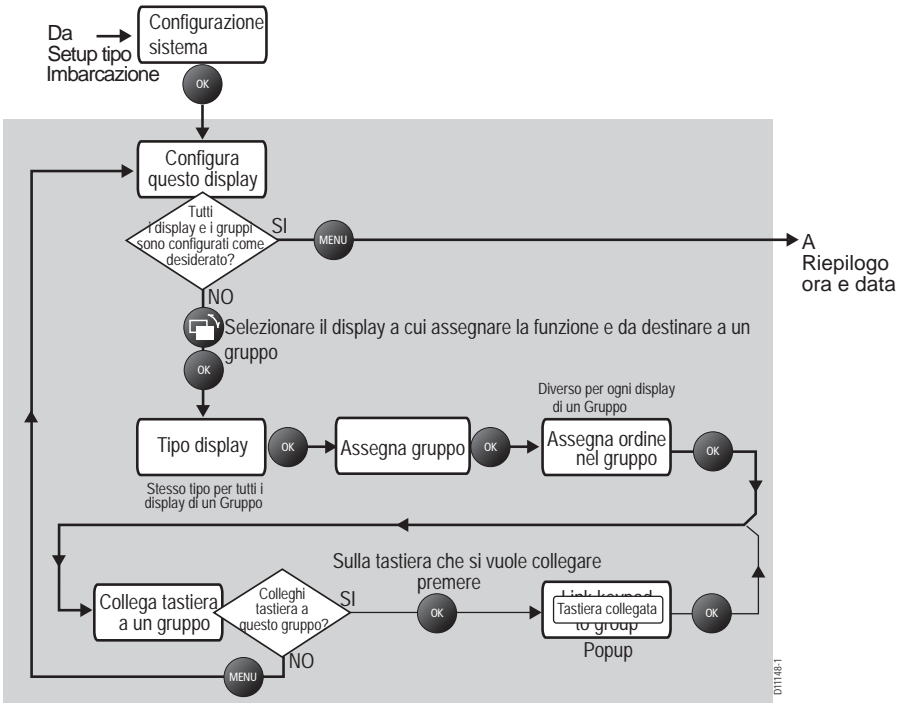

Figura 1-2: Gruppi e tipi di display
- Gruppi e tipi di display (si veda *Figura 1-2*)
Durante il setup iniziale ogni display ST70+ deve essere destinato all'uso come strumento o come unità di controllo autopilota (si veda *Figura 1-2: Gruppi e tipi di display*). Ogni gruppo è controllato da una tastiera (o tastiere) comuni. Per esempio si possono raggruppare tutti gli strumenti installati alla cabina di comando e controllarli con una singola tastiera.